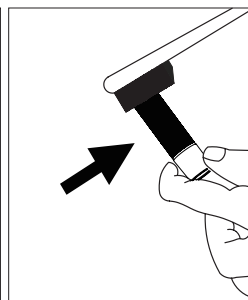

Fig. 29
3. Remova cuidadosamente os depósitos de carbono da tela do supressor de faíscas com uma escova de aço [Fig. 29].